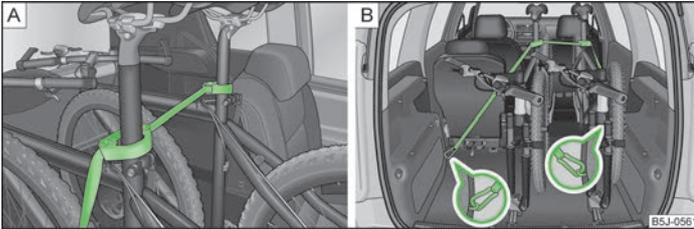

Abb. 56 Fahrräder absichern
- Die Schelle mit dem Gummiteil nach vorn (in Fahrtrichtung) möglichst weit unten an die Sattelstütze setzen und diese schließen » Abb. 56 - **A**.
- Beim Transport von zwei Fahrrädern den Gurt » Abb. 56 - **A** zwischen den Sätteln spannen, indem die Fahrräder auseinander geschoben werden.
- Die Karabiner an den Gurtenden in die Verzurrösen hinter den Rücksitzen einrasten » Abb. 56 - **B**.